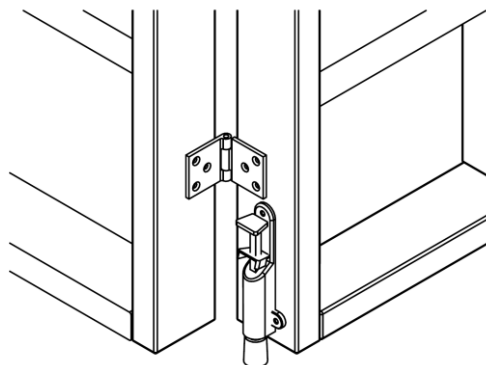

Abb. 6: Montage des Feststellfußes
Um das Kletterhaus später am Boden arretieren zu können, wird als letztes noch der Feststellfuß ⑱ wie in Abb. 6 mit den Spaxschrauben ⑨ unten am rechten Kletter-Einzelement angeschraubt.